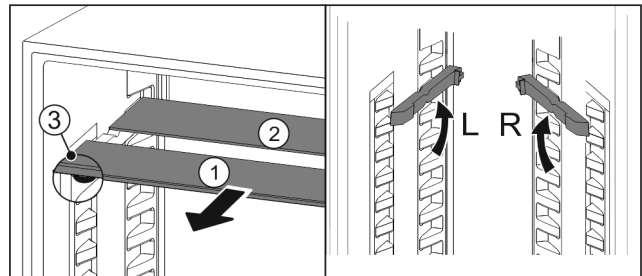

Fig. 81
- Glasplatten einzeln nach vorne herausziehen Fig. 81 (1).
- Glasplatte Fig. 81 (1) mit Zierleiste liegt vorne.
- Stopps Fig. 81 (3) zeigen nach unten.